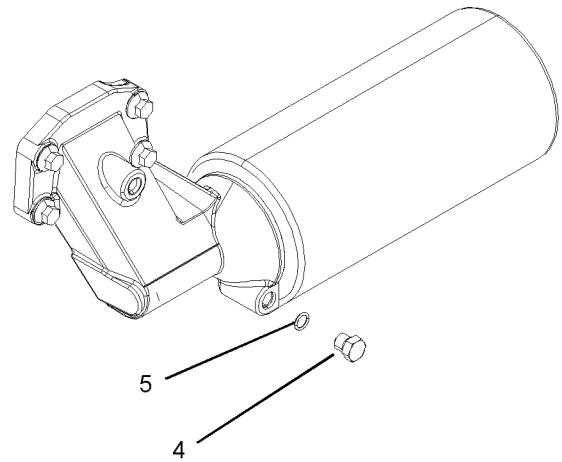

图 50
注:某些机油滤清器可以水平安装。请参考图 50。这种类型的机油滤清器组件在拆卸滤清器前能够排空。该排放塞的扭矩 (4) 为 12 N·m (8 lb ft)。如果需要，安装新的 O 形密封圈 (5)。从步骤 1 开始，拆卸和安装机油滤清器。